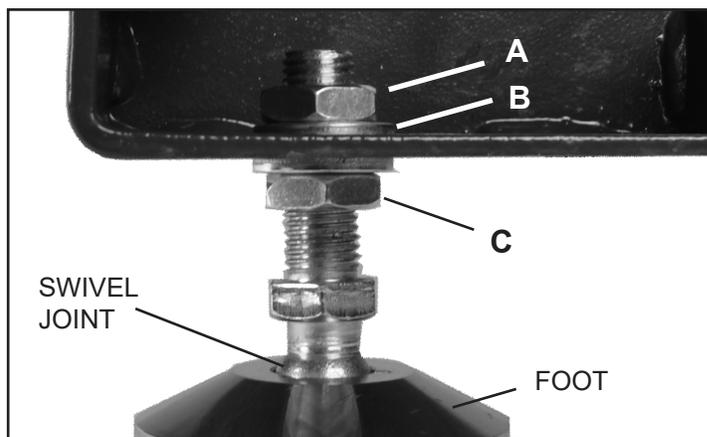

FIG. 3
2. Les pieds ajustables possèdent deux écrous hexagonaux et rondelles assemblés sur leur tige filetée. Retirez l'écrou supérieur et la rondelle (Fig. 3, A) et laissez l'écrou inférieur et la rondelle sur la tige. L'écrou inférieur sert à ajuster le niveau du tour plus tard. Figure 3..
NOTE : Une fois le tour assemblé et à son endroit définitif, ajustez les écrous inférieurs (Fig. 3, C) qui sont juste par-dessus le pied pour ajuster la hauteur et le niveau du tour. Une fois ajusté, serrez les écrous supérieurs pour bloquer les pieds ajustables en place.